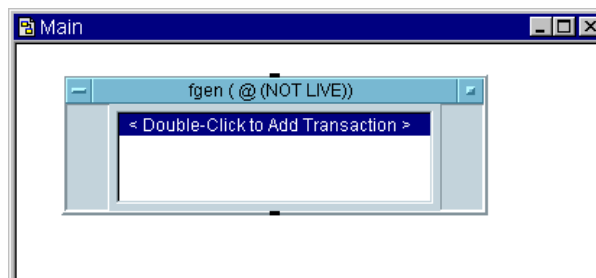

図 3-16. Direct I/O オブジェクト
4. 画面上にオブジェクトを配置するには、[fgen (@ (NOT LIVE))] が強調表示されていることを確認して [Create I/O Object] ⇒ [Direct I/O] をクリックします。図 3-16 は、作成された Direct I/O オブジェクトを示しています。